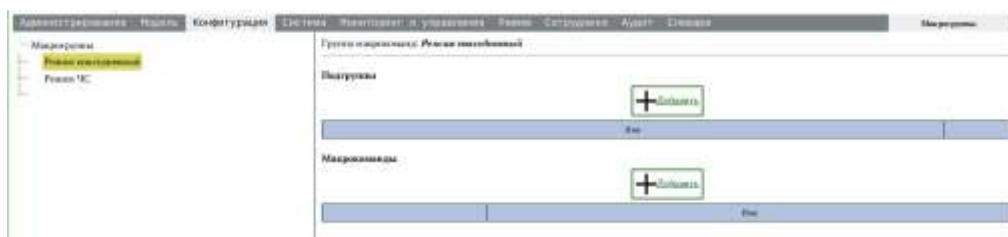

Рис. 60
6) в открывшемся бланке состава макрогруппы (Рис. 60) проконтролировать наименование макрогруппы в заголовке окна;